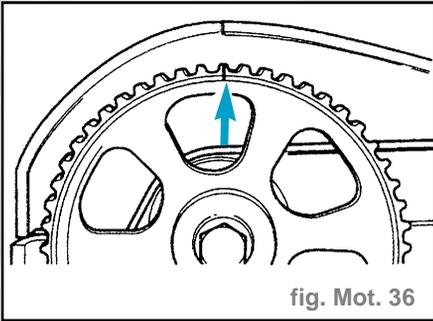

fig. Mot. 36
- Amener le pignon d'arbre à cames sur le repère PMH du cylindre 1 (fig. mot. 36).